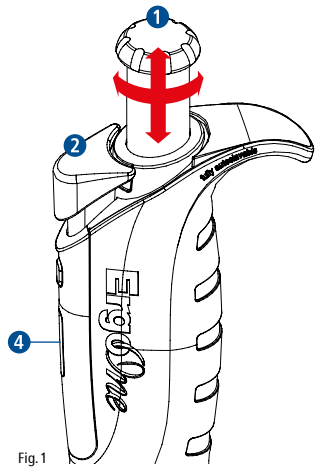

Fig. 1
Suelte el bloqueo del ajuste del volumen tirando del botón de control ❶; sonará un clic (Fig. 1). Girando el botón de control en el sentido de las agujas del reloj, se reduce el volumen de aspiración y aumenta cuando se gira en sentido inverso a las agujas del reloj. El volumen ajustado se muestra en el indicador de volumen de cuatro dígitos ❷ en la perspectiva de arriba a abajo; la línea blanca indica el punto decimal. Aumentando el volumen, sobrepase el valor deseado por un tercio de giro. Después, bájelo despacio hasta el volumen deseado, fíjese que no sobrepase la marca. Tras finalizar el ajuste del volumen, se bloquea el botón de control ejerciendo presión hacia abajo; de nuevo sonará un clic. La pipeta ya está lista para funcionar.